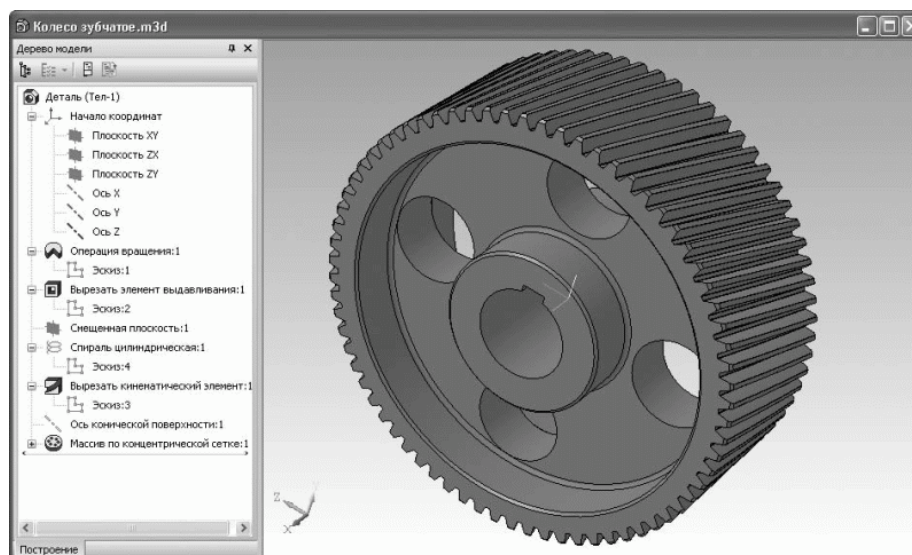

Рис. 3.61. 3D-модель косозубого зубчатого колеса
3. Вернитесь на панель Редактирование детали, где нажмите кнопку Массив по концентрической сетке. В дереве построения детали в качестве объекта для копирования выделите операцию кинематического вырезания. После этого щелкните на кнопке Ось массива панели свойств, а в дереве построения выделите строку, соответствующую созданной оси конической поверхности. В окне модели отрисовывается предварительный фантом массива (по умолчанию в нем лишь четыре копии). В поле N 2 на панели свойств введите количество копий по кольцевому направлению, равное количеству зубьев колеса (71), и нажмите кнопку Создать объект. Трехмерная модель косозубого зубчатого колеса выполнена (рис. 3.61)! Для лучшего представления модели спрячьте спираль, вспомогательную ось и плоскость, воспользовавшись командой Скрыть контекстного меню дерева построений.